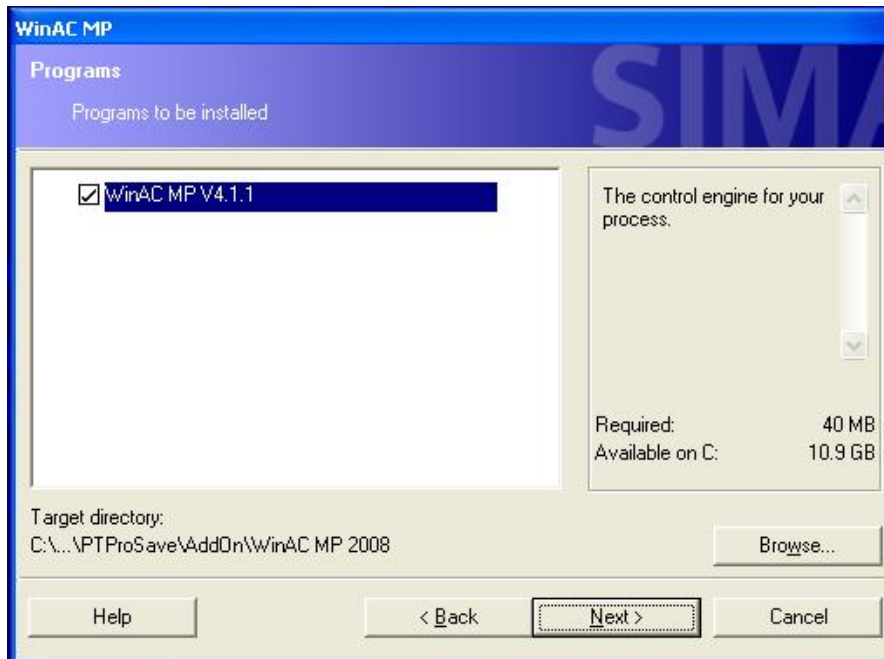

图2 WinAC MP 的安装
3. 在图2所示画面中勾选要安装的软件 WinAC MP V4.1.1，然后按照安装提示完成安装过程。安装过程中提示安装授权时可将 WinAC MP 2008 软件包所含U盘中的授权文件安装到硬盘。或先跳过，在完成安装后通过授权管理器安装授权。